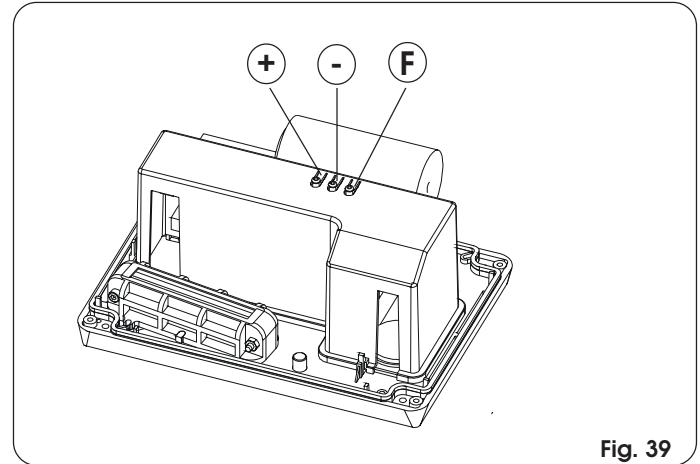

Fig. 39
**Attention: avant de mettre l'installation sous tension, on recommande de remonter le couvercle de l'armoire, pour éviter d'entrer en contact avec les parties sous haute tension, et d'utiliser les boutons situés sur le couvercle pour l'activation des touches (fig. 39).**
Réaliser toutes les connexions électriques à la platine d'après le chapitre 5, y compris la mise à la terre de l'opérateur (Fig. 39).